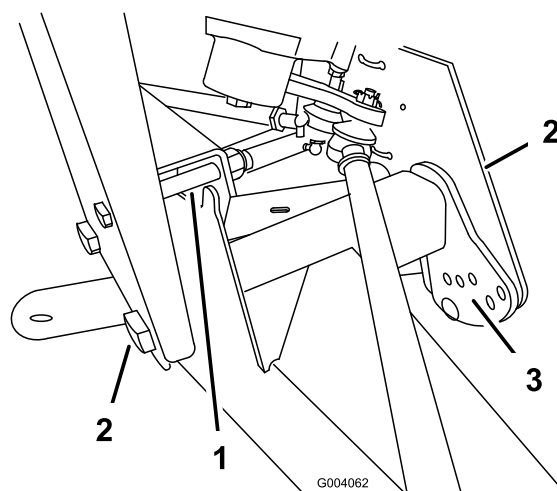

図 41
2. リミットボルトを外す。（図 41）。
3. Aフレームのセンタリング・ボルトをゆるめる（図 41）。
4. 乗車高さ調整ボルトを外す（図 41）。
5. 前A アームを所望位置に回し（以下の注を参照）、乗車高さ調整ボルトを取り付ける（図 41）。
7. リミットボルトを元通りに取り付ける (図 41)。